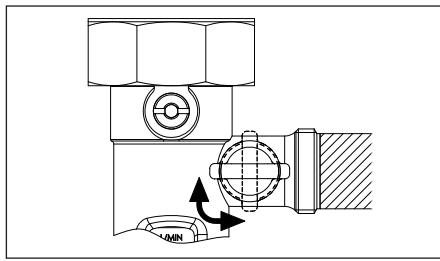

Fig. 6.17 Purge à l'aide du débitmètre
6. Procéder à la purge manuelle de l'installation solaire pendant le rinçage en fermant le robinet de vidange à tournant sphérique latéral du débitmètre pendant environ 25 secondes et en l'ouvrant brusquement à nouveau (fig. 6.17). Répéter ce processus régulièrement.